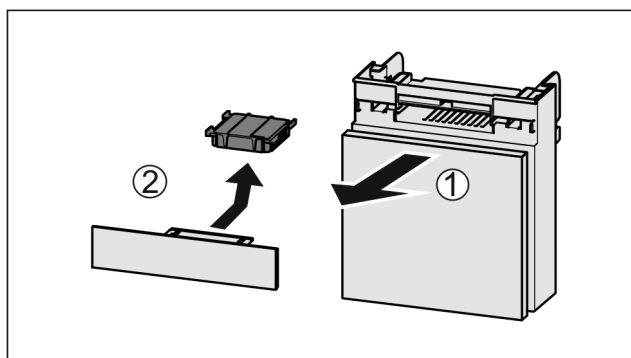

Fig. 97
- Zásuvku vytáhněte dopředu Fig. 97 (1).
- Filtr s aktivním uhlím vyjměte Fig. 97 (2).